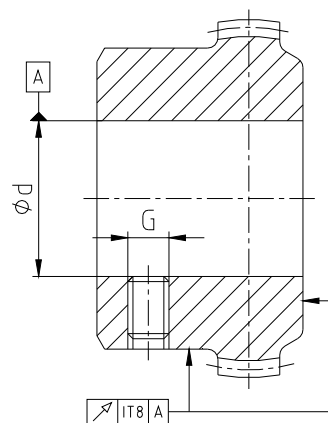

Figura 9: precisão da concentricidade e do movimento axial
- Quando o furo do cubo (cubo de aço) for executado pelo cliente, este deverá respeitar a precisão da concentricidade e do movimento axial (ver figura 9).